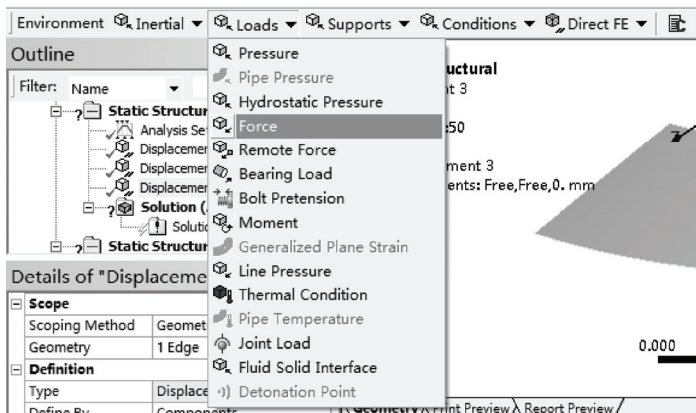

图 7-20 添加力载荷
- 6) 选择 Environment 工具栏中的 Loads>Force, 如图 7-20 所示, 此时在树结构图中会出现 Force 选项。